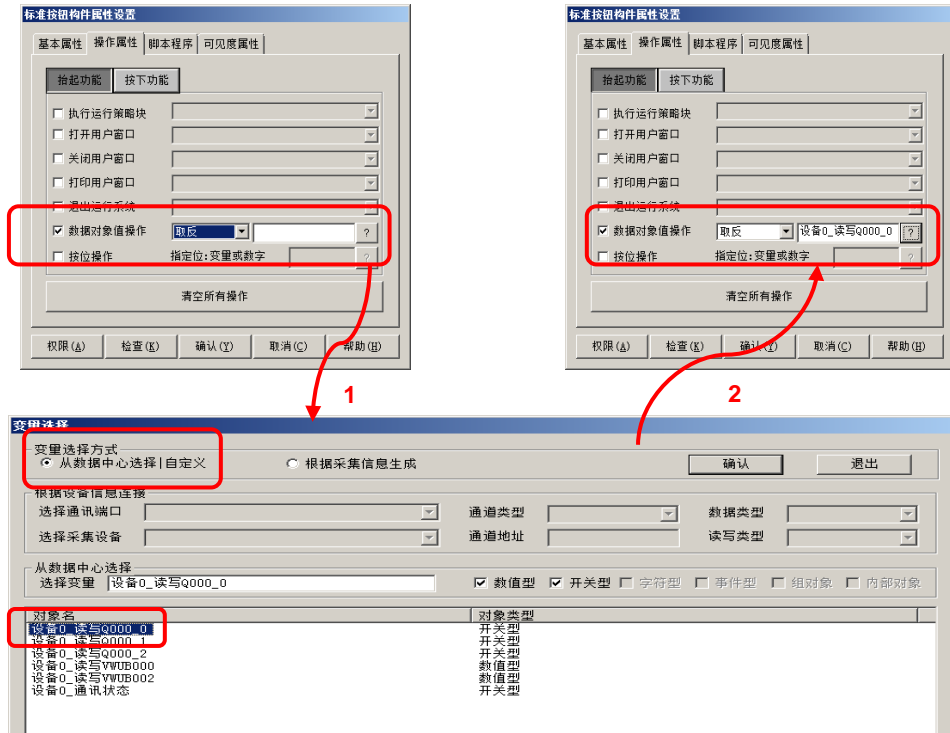

图 4.3.8
① **按钮**：双击 Q0.0 按钮，弹出“标准按钮构件属性设置”对话框，在操作属性页勾选“数据对象值操作”，选择“取反”操作，点击  弹出“变量选择”对话框，选择“从数据中心选择|自定义”，如图 4.3.8 所示，选择 Q0.0 对应的变量“设备 0_读写 Q000_0”，点击确认。设置完成后点击确认。